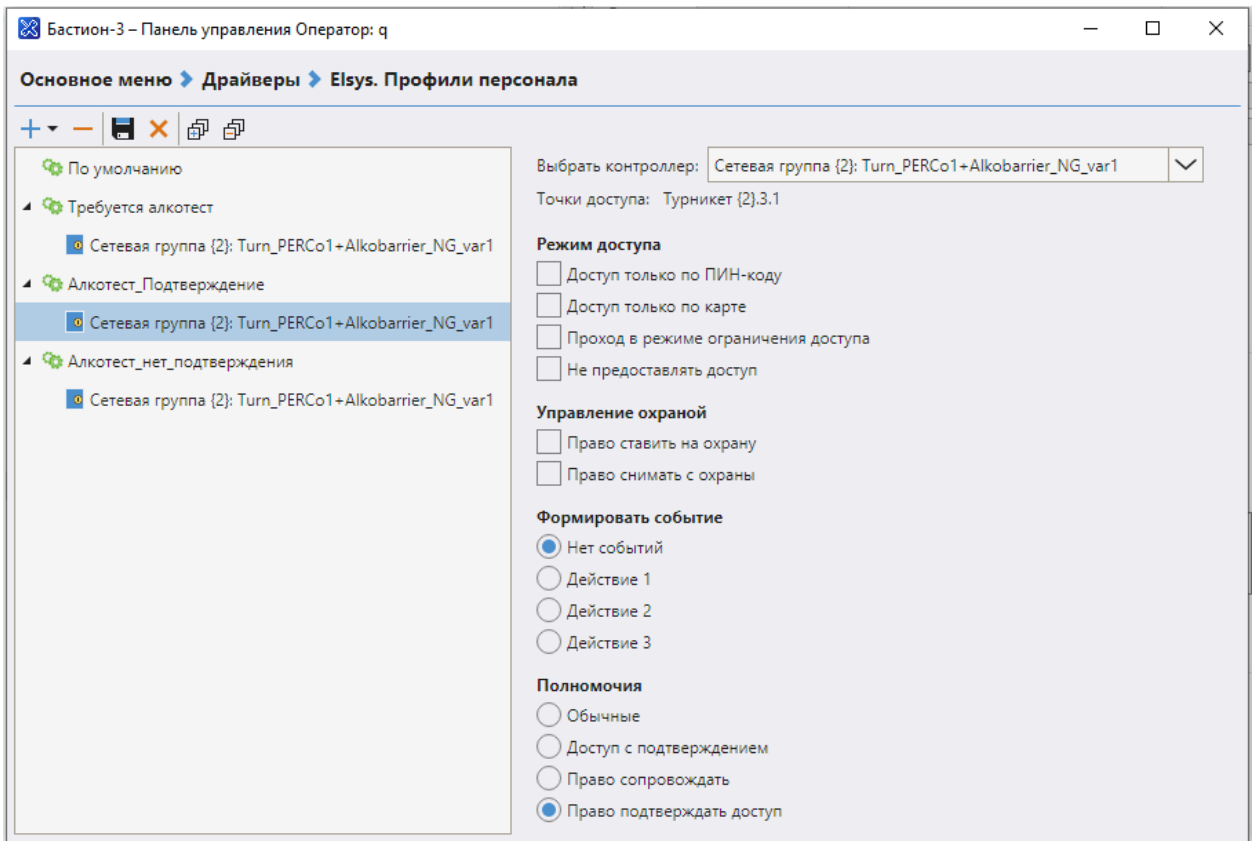

Рис. 2. Профиль для пропусков с правом подтверждения доступа
- для пропусков с правом подтверждения доступа (рис. 2);